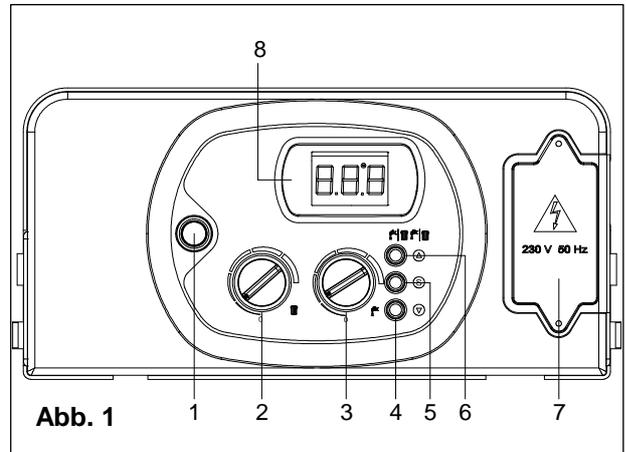
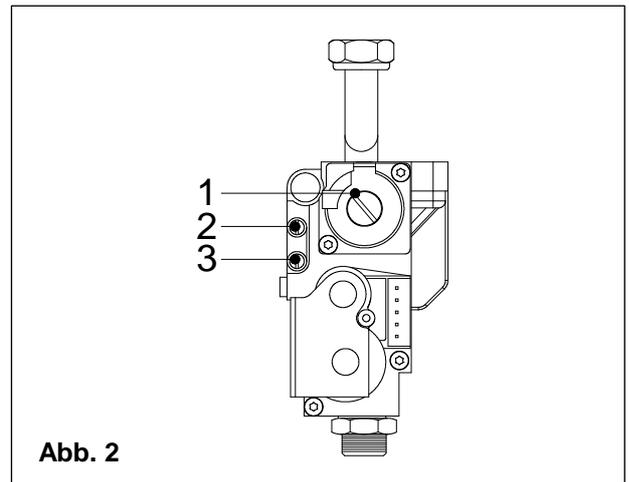

Abb. 1
Abb. 2
- Den Schalter **1** auf die Position ON (Abb. 1) stellen, nach wenigen Sekunden wird die Umwälzpumpe starten;
- Mittels des Knopfs **6** auf den Betrieb WINTER-SOMMER schalten. Das Angehen des Symbols  auf dem Bildschirm **8** (Abb. 1) zeigt dessen Aktivierung;
- Das automatische Zündungssystem wird den Brenner zünden, **bei fehlender Flamme wiederholt die Platine drei Mal alle Schritte zur Zündung, gestaffelt mit dem Zeitabstand der Nach-Lüftung (20 Sek.)** Es könnte jedoch notwendig sein, diesen Schritt mehrmals zu wiederholen, um die Luft aus der Rohrleitung zu entfernen. Um den Zündungsvorgang zu wiederholen, etwa drei Sekunden nach dem letzten Zündungsversuch warten bevor man den Heizkessel erneut freigibt, dann den Schalter **1** (Abb. 1) aus- und einschalten und danach den Vorgang wiederholen;
- Den Schalter **1** auf die Position OFF (Abb. 1) stellen, einen Druckmesser in den Druckentnahmepunkt **2** (Abb. 2) einfügen, den Heizkessel einschalten und die Werte des maximalen und minimalen Einstelldrucks kontrollieren gemäß der Bezugswerte, die auf dem Gas-Schild stehen (um den maximalen Druck zu kontrollieren, den Warmwasserhahn aufdrehen und überprüfen, ob der maximale Druck gleich dem vom Schild ist; um den Mindestdruck zu kontrollieren den Hahn schließen und den Heizkessel auf die Position Winter stellen; der Druckmesser wird den Mindestdruck für die ersten 10 Sekunden anzeigen); sollte der maximale Druck nicht dem des Schildes entsprechen, die Einstellung erneut ausführen (siehe Handbuch zur Eichung);